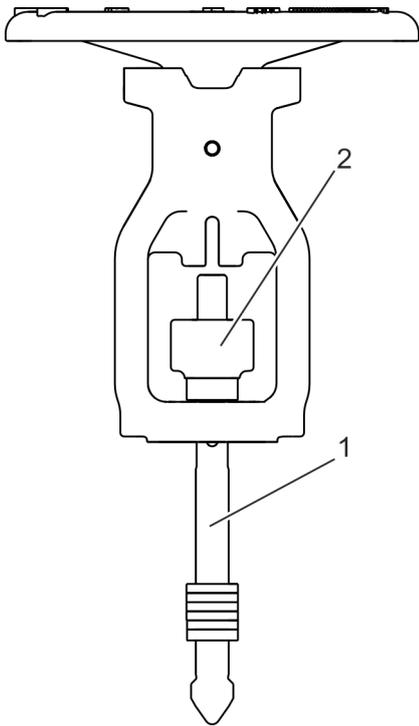

Abb. 26: Spindel herausdrehen
- 15. ▶ Spindel (Abb. 26/1) aus der Gewindebuchse herausdrehen.
- 16. ▶ Stopfbuchsbrille (Abb. 26/2) von der Spindel abnehmen.
- 17. ▶ Spindel (Abb. 26/1) aus dem Bügelaufsatz entfernen.